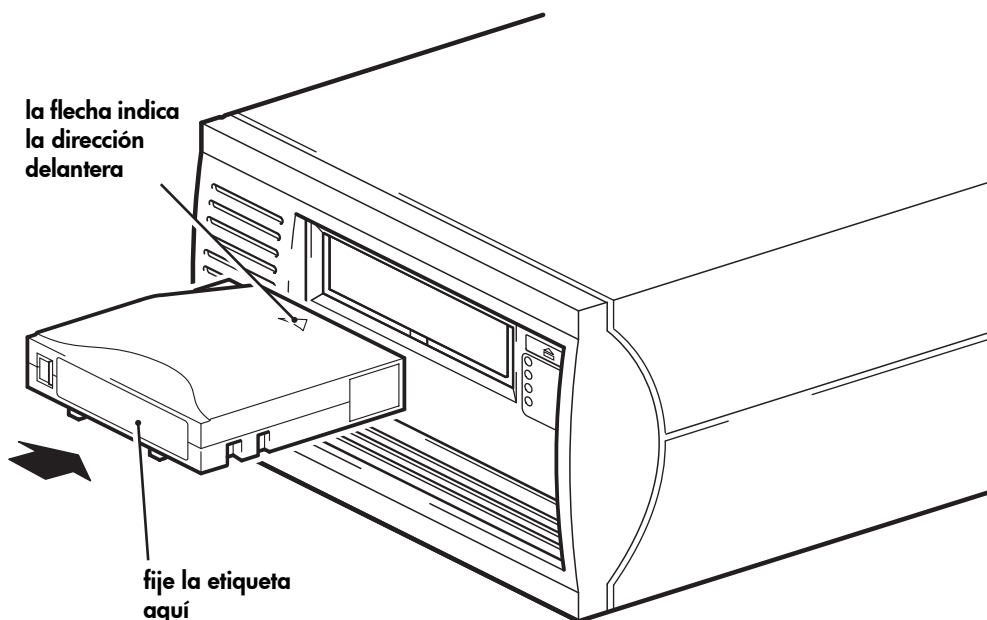

Figura 7a: carga de un cartucho
- 1 Inserte el cartucho en la ranura de la parte frontal de la unidad con la flecha blanca hacia arriba y de cara a la puerta de la unidad. Aplique una ligera presión hasta que la unidad de cinta coja el cartucho y lo cargue. (Véase la Figura 7a.)